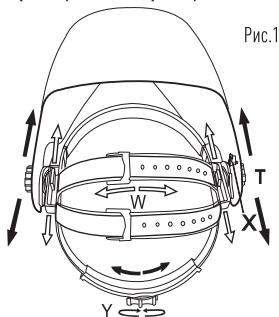

Рис.1
1. Длину окружности оголовья можно увеличить или уменьшить, вращая с нажатием ручку на затылочной части оголовья (см. «Y» на рис. 1). Данная процедура выполняется при надежной фиксации маски на голове.
2. Если наголовник сидит на голове слишком высоко или слишком низко, отрегулируйте ремень, который проходит через макушку. Для этого ослабьте конец ремня, выдавив стопорный штифт из отверстия на ремне. Переместите две части ремня относительно друг друга на требуемую длину и вставьте стопорный штифт обратно (см. «W» на рис. 1).
1. Ослабьте гайки-фиксаторы (см. «Т» на рис. 1) и двигайте маску к/или от вашего лица. Убедитесь, что расстояние между обоими глазами и светофильтром одинаковое, чтобы избежать неравномерного затемнения светофильтра.